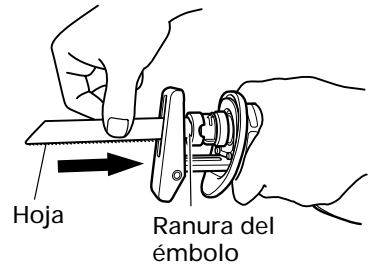
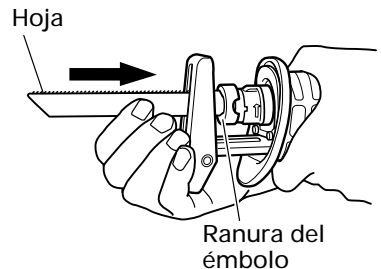

Fig. 7
Fig. 8
- (3) Inserte completamente la hoja de sierra en la hendidura pequeña de la punta del émbolo. Esta hoja puede montarse tanto en dirección ascendente como descendente. (Fig. 7, Fig. 8)